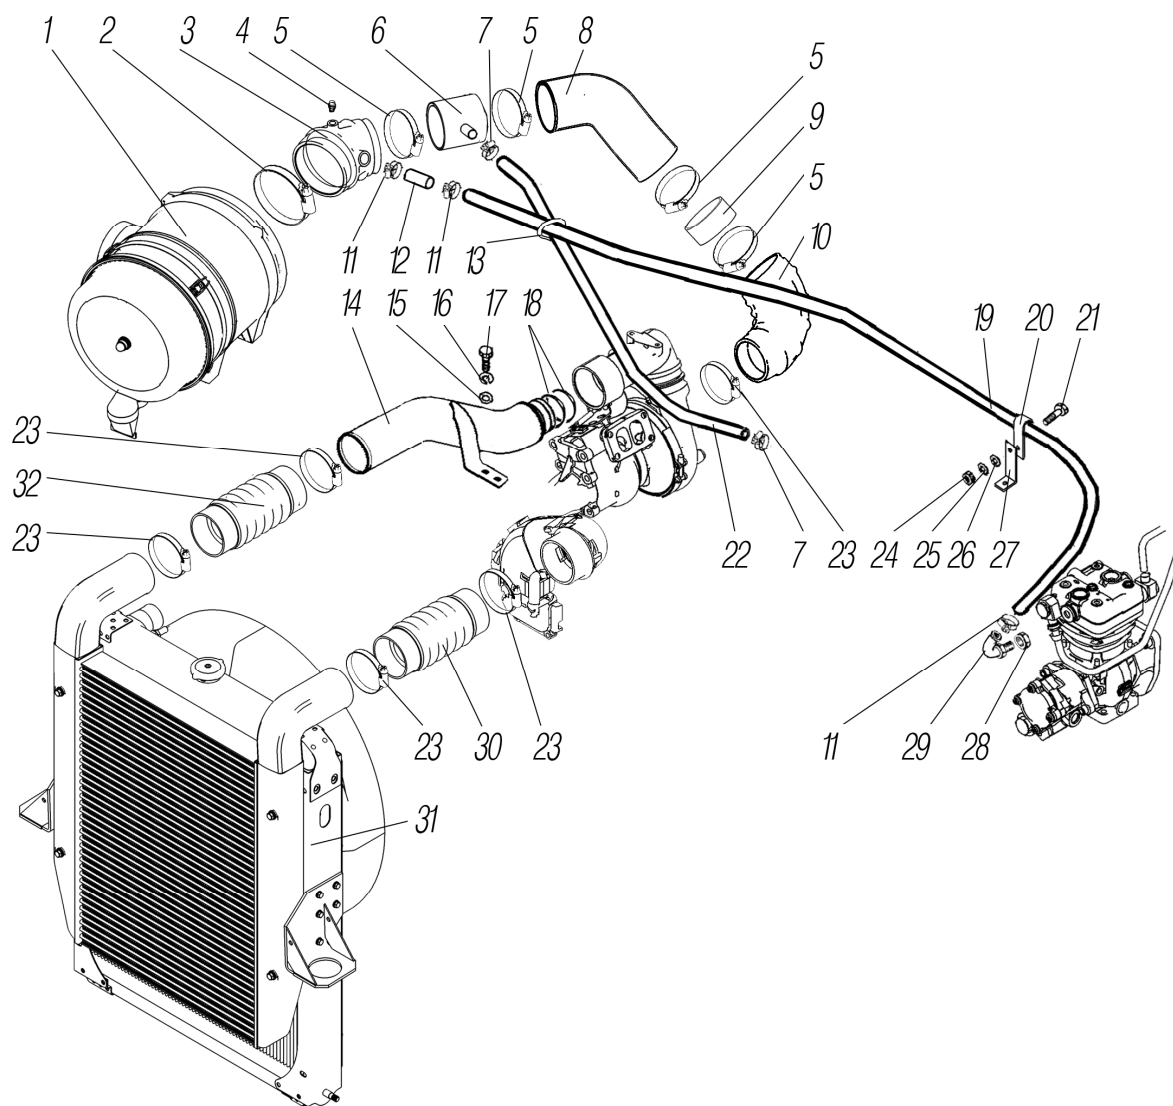

Рисунок 1.8
*1 См. рисунок 1.8
See figure 1.8